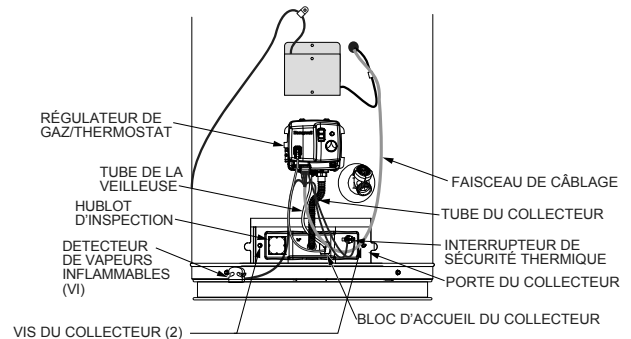

FIGURE 24.
4. Retirer les deux vis (tournevis à douille de 1/4 po) qui fixent la porte du collecteur à la chambre de combustion (Figure 24).